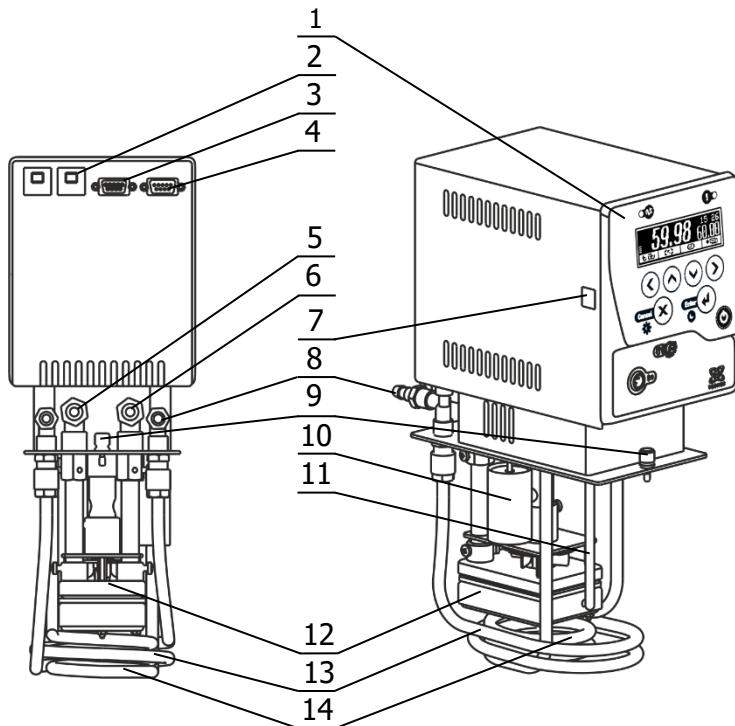

Рисунок 1 – Устройство блока регулирования
1.4.2 Работа блока регулирования заключается в поддержании заданной температуры теплоносителя, циркулирующего в ванне терmostата, а также, во внешнем потребителе в случае его подключения. Циркуляция теплоносителя обеспечивается насосом 12 (рисунок 1). Подача теплоносителя внешнему потребителю производится через штуцер 6, а его возврат в ванну терmostата — через штуцер 5.
Для работы терmostата, не оснащенного холодильной машиной, при температурах, близких к окружающей, необходимо обеспечить дополнительное охлаждение с помощью теплообменника 13 (рисунок 1). Для этого штуцеры теплообменника 8 подключить к водопроводной сети или специальному холодильному устройству. Поток охлаждающей жидкости должен быть равномерным и, по возможности, небольшим.
2.2.2 Соединить шлангом-перемычкой из комплекта поставки входной 5 и выходной 6 штуцеры (рисунок 1) насоса блока регулирования. Закрепить шланг-перемычку на штуцерах, используя хомуты из комплекта поставки блока регулирования.